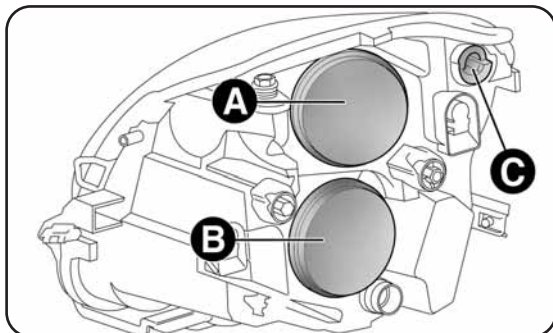

fig. 22
### GROUPES OPTIQUES AVANT fig. 22
- enlever le couvercle A-fig. 22;
- remonter le couvercle A-fig. 22;
- enlever le couvercle B-fig. 22;
- remonter le couvercle B-fig. 22;